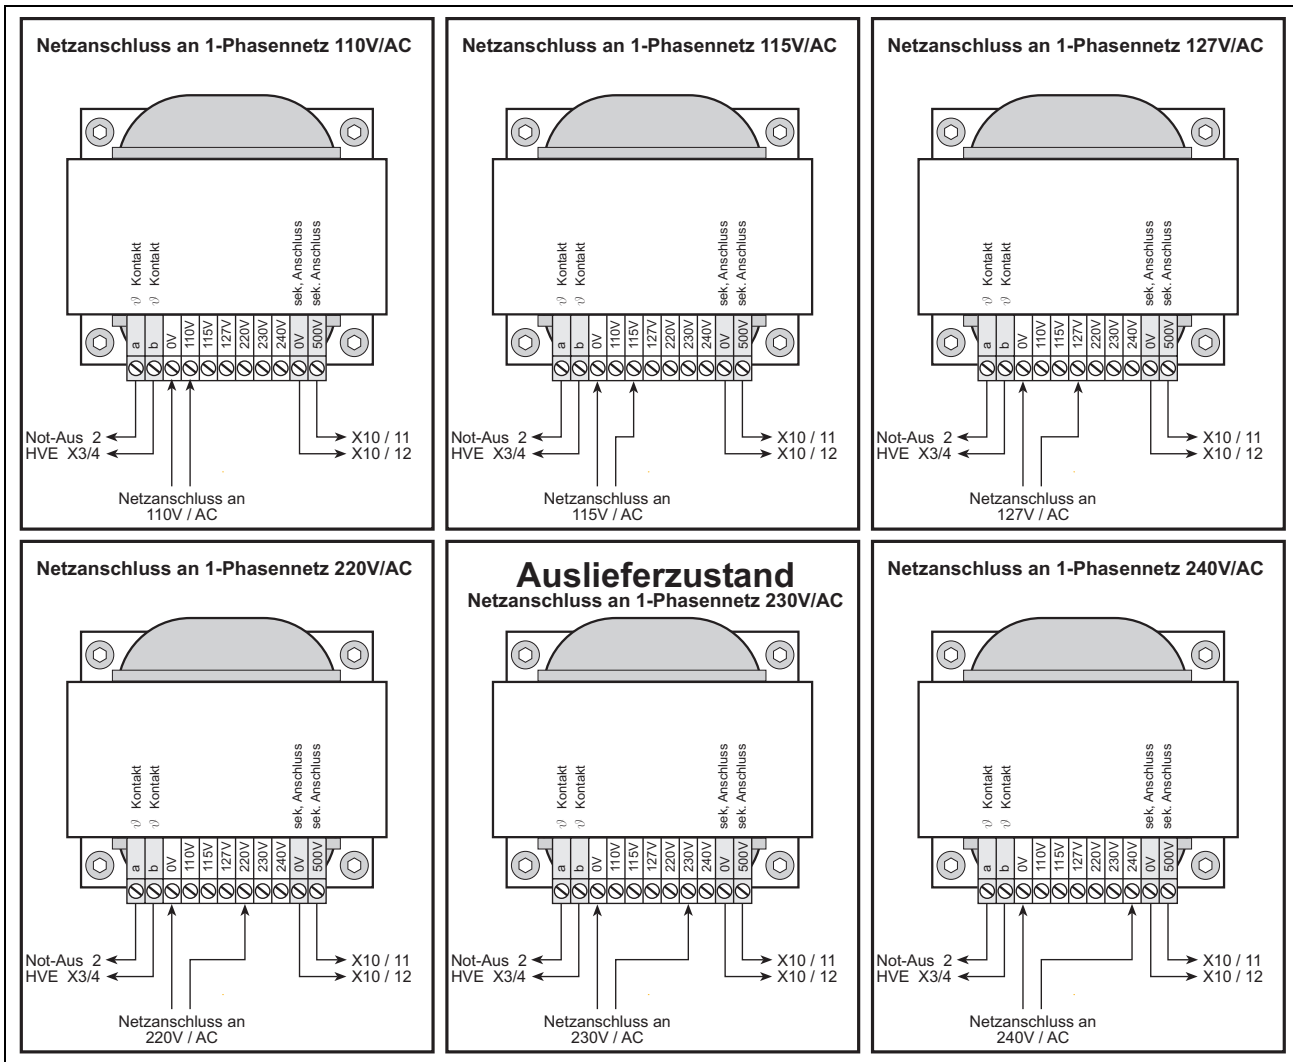

Abb. 5-1: Trafoanschluß
- ⇒ Netzanschlussstecker des Trainingssystems abziehen! Spannungsfreiheit des Trainingssystems überprüfen. Die linke Seitenabdeckung des Trainingssystems entfernen. Den primären Anschluss des Transformators nach Zeichnung Abb. 5-1: Trafoanschluß umverdrahten.